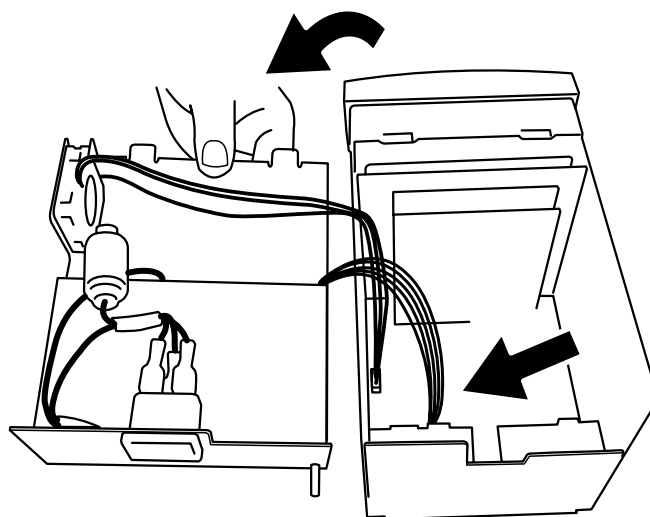

Figure 10.2b Soulèvement et basculement du capot
3. Levez et tournez le capot comme le montre la figure 10.2b pour accéder à la structure interne de l'unité.